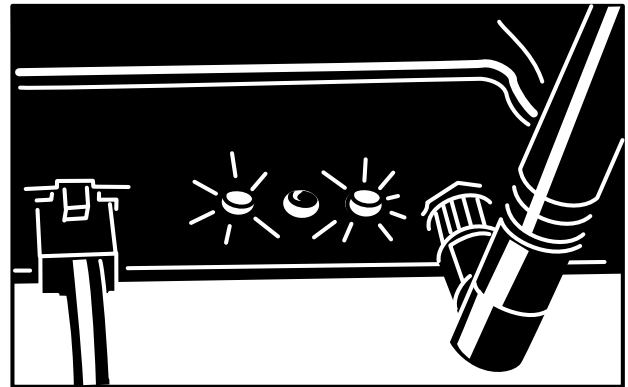

Figura 12
4. Se a estação base ligar à Internet, certifique-se de que a estação base contacta os servidores myTurf e estabelece uma ligação (Figura 12).